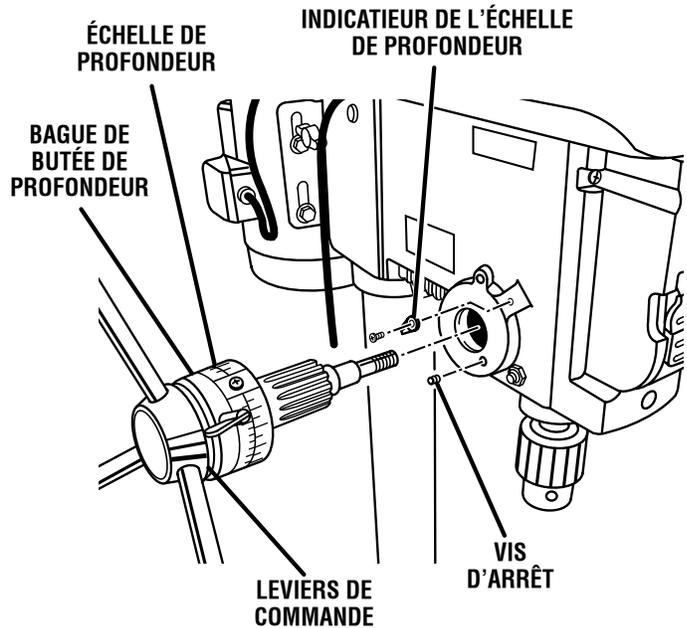

Fig. 26
- Retirer l'échelle de profondeur et la repositionner de manière à ce que les chiffres soient lisibles, comme illustré. Voir la figure 26.